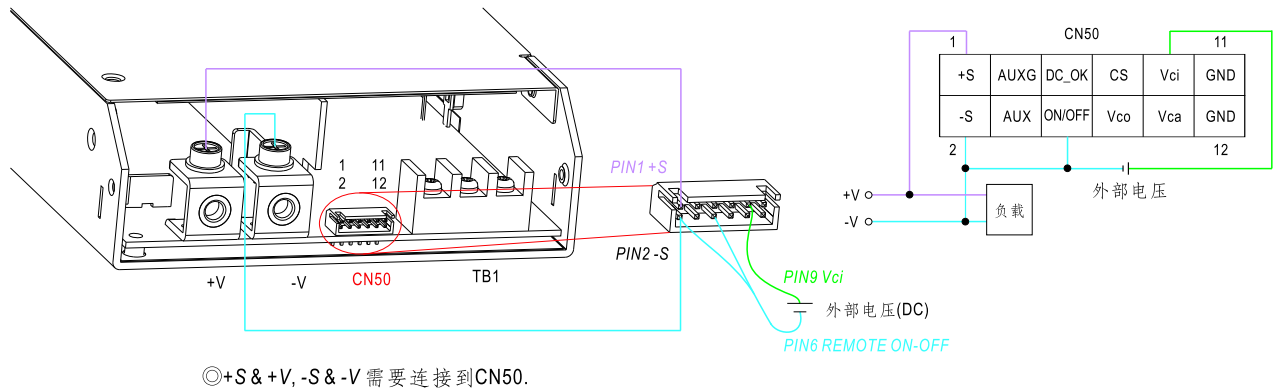

图 4.1
(1)使用连接在"Vci"(pin9)和 "-S"(pin2)间的外部电压, 如下图4.1